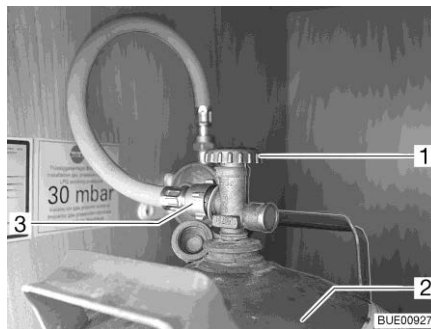

Fig. 181 Caja para bombonas de gas
- Cerrar la llave de paso principal (Fig. 181,1) de la bombona de gas (Fig. 181,2). Observar el sentido de la flecha.
- Desenroscar la goma del gas (Fig. 181,3) de la bombona de gas.